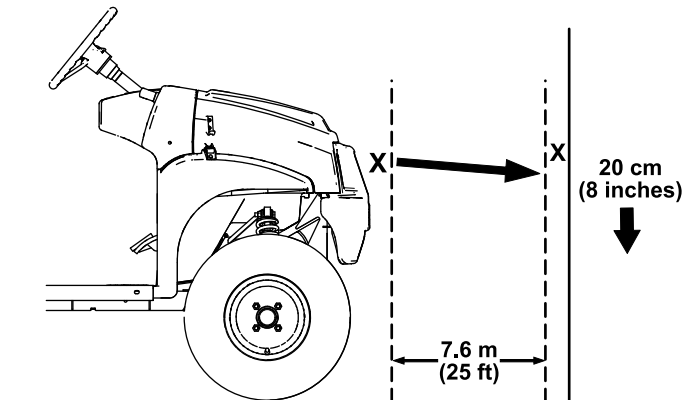

图 49
1. 将机器停在水平地面上大灯距离墙壁约 7.6m 图 49。
大灯光束最亮部分应在墙上标记下方 20cm 处 图 49。